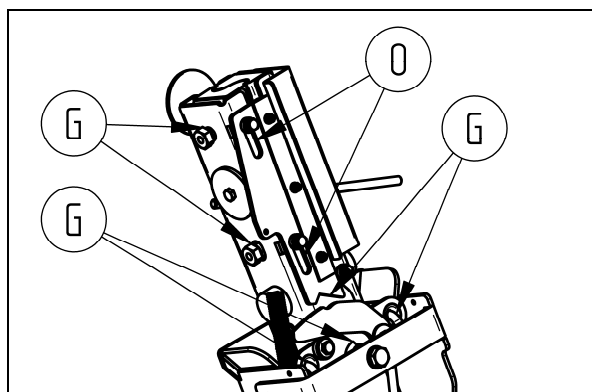

fig.31 – Points de lubrification pince
- Lubrifier la pince (fig.31) avec graisse sur les points indiqués avec G et avec huile sur ceux indiqués avec la lettre O.